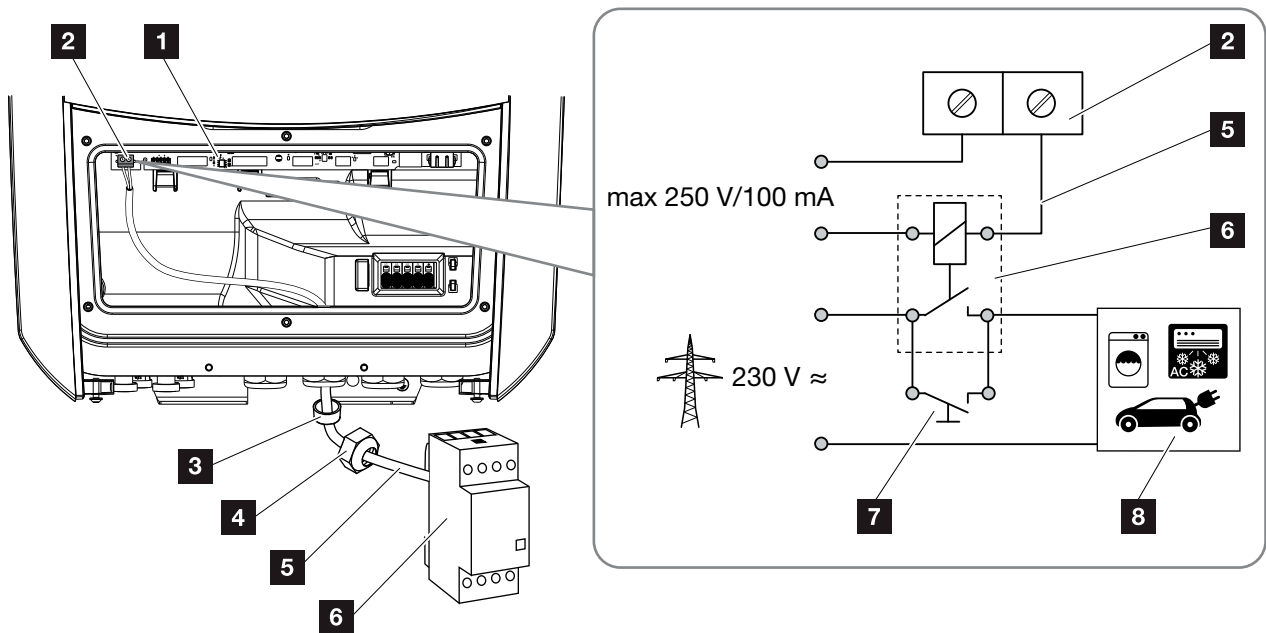

Abb. 54: Elektrischer Anschluss Eigenverbrauch
2. Lastrelais fachgerecht an die Anschlussklemme Eigenverbrauch am Smart Communication Board anschließen (0,5Nm). **Abb. 54 Pos. 2**